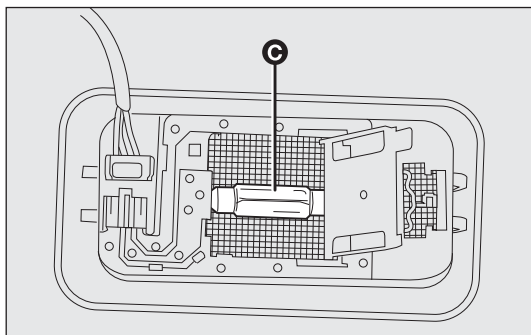

fig. 170
- ❑ sustituya la lámpara C-fig. 170 separándola de los contactos laterales; introduzca la nueva lámpara asegurándose de que la misma quede bloqueada correctamente entre los contactos;